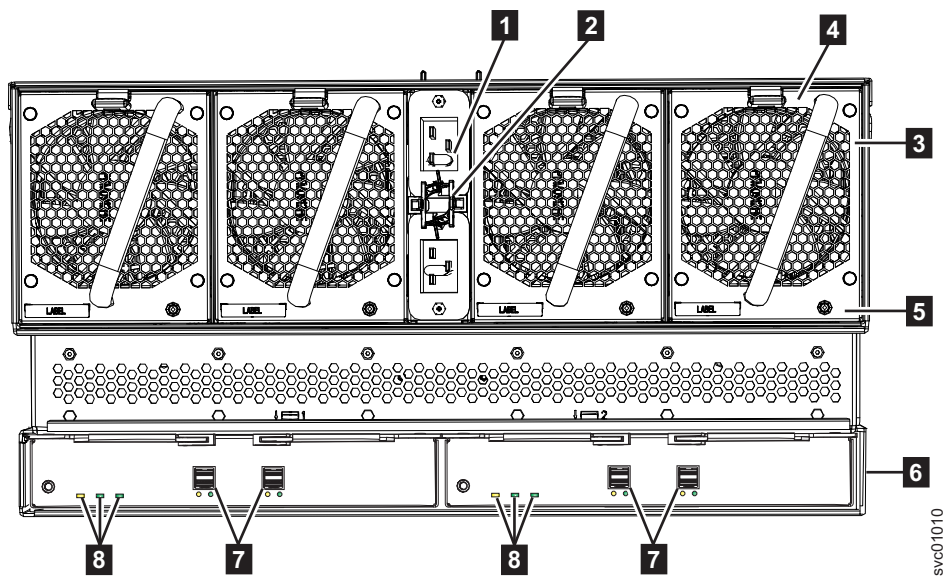

Abbildung 127. LEDs an der Rückseite des Erweiterungsgehäuses
In Tabelle 18 auf Seite 142 werden die Funktions- und Statusangabe durch die einzelnen LEDs aufgeführt. Auf die Netzkabel für die einzelnen Netzteile kann von der Rückseite des Erweiterungsgehäuses ( **1** ) zugegriffen werden (siehe Abb. 127 auf Seite 144).
In Abb. 127 wird die Rückansicht des 2145-92F-Erweiterungsgehäuses gezeigt. LEDs an der Rückseite des Gehäuses stellen Informationen zu den einzelnen Lüftermodulen, Erweiterungseinschüben und SAS-Verbindungen bereit.
Das Erweiterungsgehäuse verfügt über vier Lüfter. Jeder Lüfter hat eine LED. In Abb. 127 wird beispielsweise die Position der LED (5) für Lüfter 4 gezeigt. Arbeitet ein Lüfter normal, ist die LED ausgeschaltet. Wird ein Fehler festgestellt, leuchtet die bernsteinfarbene LED auf.
Wie in Abb. 127 gezeigt, enthält das Erweiterungsgehäuse zwei Erweiterungseinschübe. Jeder Erweiterungseinschub verfügt über eine eigene Gruppe von LEDs